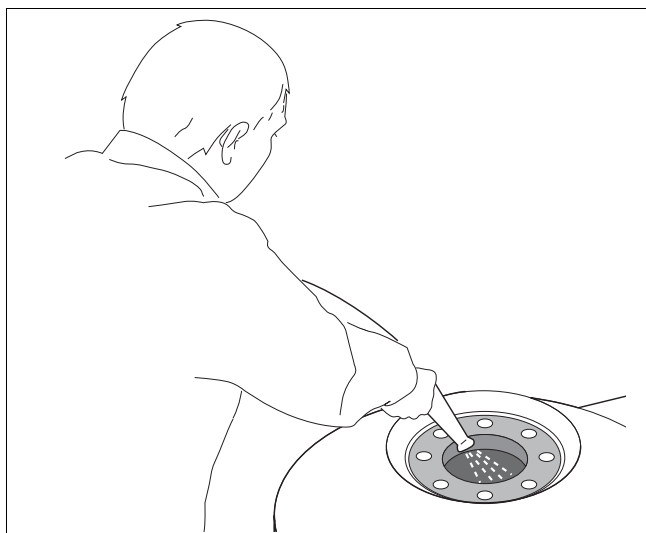

Рис. 16 Промывка бака-водонагревателя
- Промыть бак внутри "острой" струей холодной воды (с избыточным давлением около 4 – 5 бар) (рис. 16).